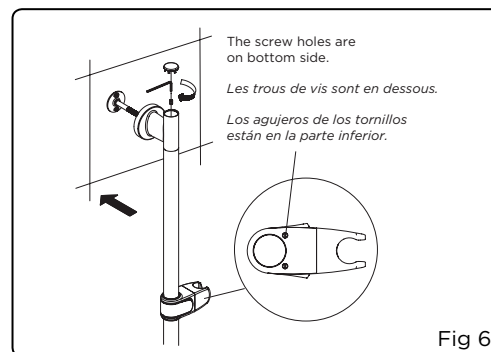

Fig 6
6. Place and hold the slide bar with slide body onto the post; it should "click" into place. Tighten the set screw with supplied hex wrench, then press the cap (Fig 6).
- NOTE:** When installed correctly, the slide body will have screw holes located on the bottom side. See Fig 6.
6. Placer la barre avec le support coulissant sur la fixation et la pousser en place. Un clic devrait se faire entendre. Serrer la vis de pression avec la clé hexagonale fournie, puis poser le capuchon (fig. 6).
REMARQUE: Si l'installation a été bien faite, les trous de vis sont en dessous du support coulissant (voir la figure 6).
6. Ponga y sujete la barra con la pieza deslizante en la sujeción; deberán encajar. Apriete el tornillo de presión con la llave hexagonal y presione el tapón (fig. 6).